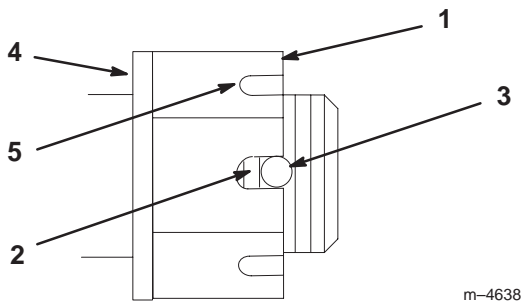

Figure 51
3. Serrez le boulon crénelé à 170 Nm (Fig. 51).
4. Contrôlez la distance entre la base de la fente de l'écrou et le bord intérieur du trou. On ne doit pas voir plus de deux filets (Fig. 51).
5. Si plus de deux filets sont visibles, enlevez l'écrou et placez une rondelle entre le moyeu et l'écrou (Fig. 51).
6. Serrez le boulon crénelé à 170 Nm (Fig. 51).
7. Serrez l'écrou jusqu'à ce que le jeu de fentes suivant soit en face du trou de l'axe (Fig. 51).